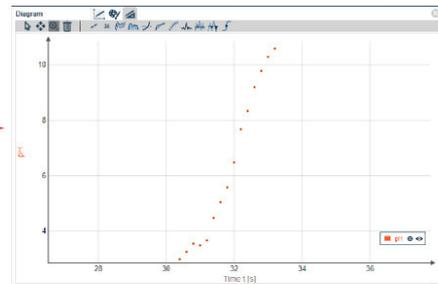

Abbildung 16: Mit Diagrammen in measureLAB arbeiten - Grundwerkzeuge
Nach der Messung können Sie Ihre Daten anzeigen lassen und analysieren, indem Sie das Symbol "Tools and Analysis" auswählen. Als Grundfunktionen (Abbildung 16) können Sie sich mit dem Mauszeiger (1) innerhalb des Diagramms bewegen, Ihre Daten an eine optimale Darstellung anpassen (2), bestimmte Bereiche vergrößern (zoomen) (3) oder die Messung aus dem Diagramm löschen (4). Letzteres ist nützlich, wenn Sie mehrere Datensätze in einem Diagramm anzeigen.